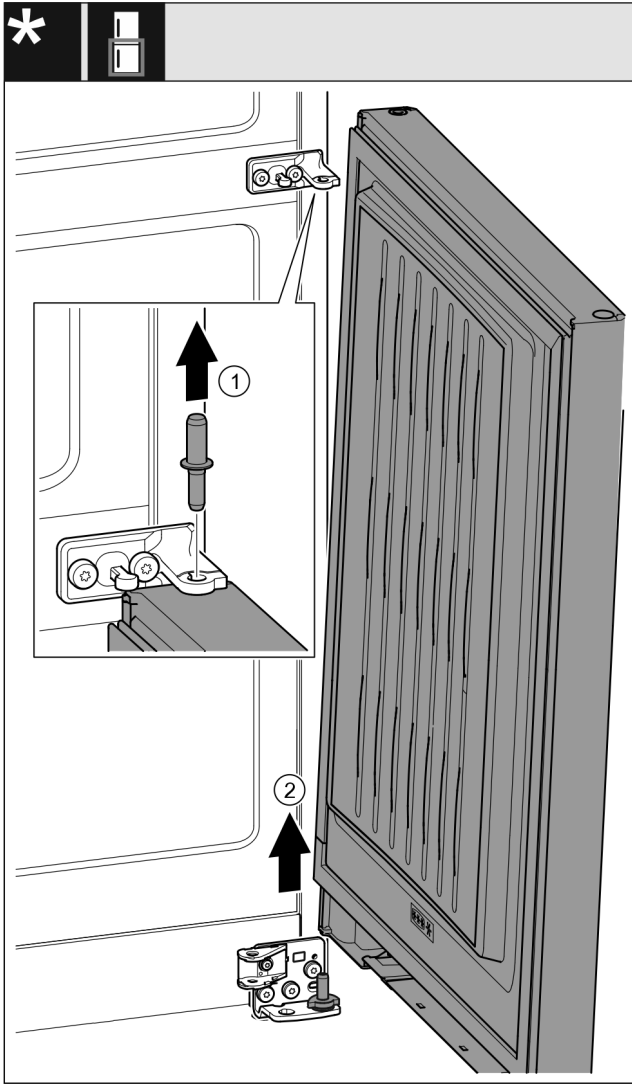

Fig. 30 Záráscsillapítóval*
- ▶ Húzza ki felfelé a csapszeget Fig. 30 (1).*
- ▶ Fordítsa ki az ajtót Fig. 30 (2), húzza fel, és tegye félre.*